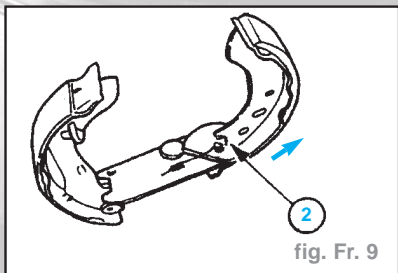

fig. Fr. 9
- Tirer la mâchoire primaire pour l'écarter de l'axe de support (fig. FR. 9).